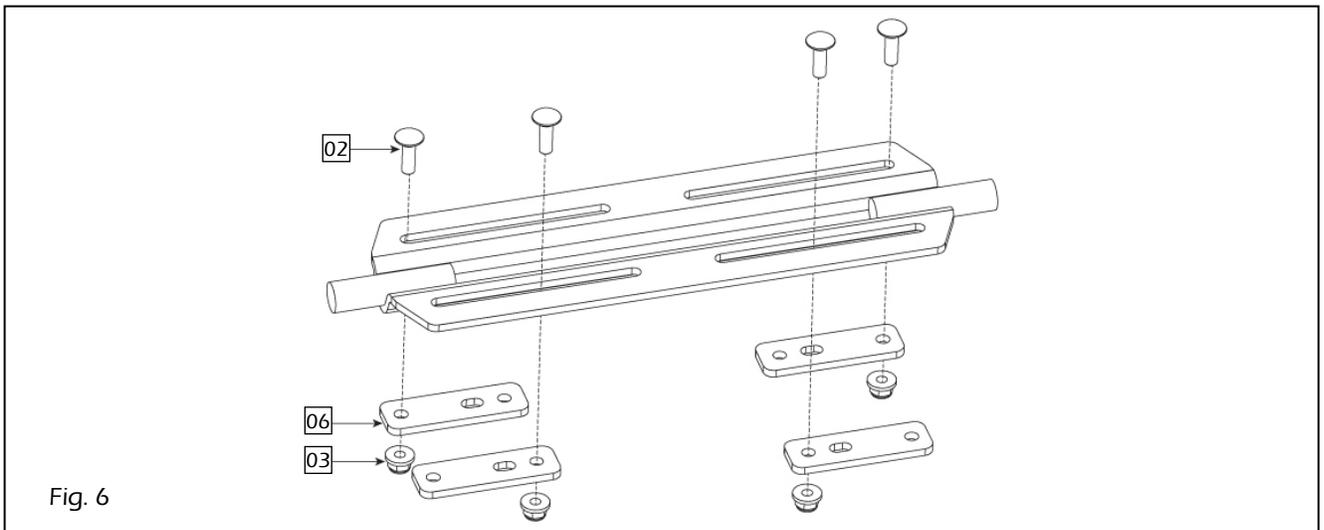

Fig. 6
- 6) Préassemblez les plaques de fixation **06** à l'aide des quatre (4) boulons de carrosserie M8-1.25 x 25 mm **02** et de quatre (4) écrous à épaulement autobloquants M8-1.25 **03** (consultez la figure 6). Ne serrez pas à cette étape.
- 6) Pre-assemble the mounting plates **06** using the four (4) M8-1.25 x 25 mm carriage bolts **02** and four (4) M8-1.25 self-locking flange nuts **03** (see Figure 6). Do not tighten at this step.